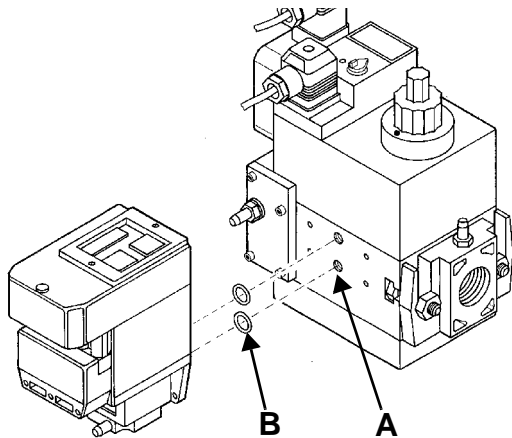
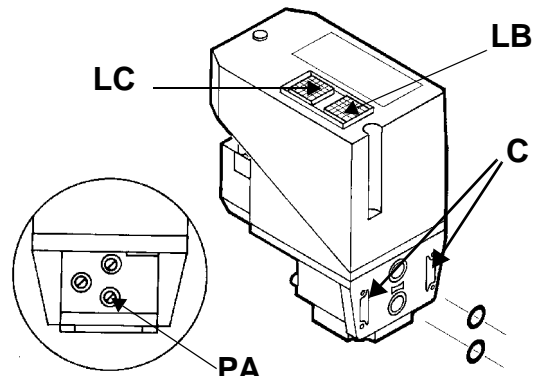

Рис. 19
Рис. 20
- 3). снять крепежные винты группы Multibloc (Рис. 19-A)
- 4). вставить уплотнительные кольца (10,5x2,25) в VPS 504 (Рис. 20-B, Рис. 19-B)
- 5). закрутить 4 винта блока контроля герметичности (M4x16) Рис. 19-C.
Для проверки работы, подсоедините манометр к штуцеру для отбора давления PA (Рис. 20). Если проверка завершилась положительно, через несколько секунд загорается жёлтая лампочка LC. В противном случае загорается красная лампочка блокировки LB. Чтобы перезапустить горелку, необходимо разблокировать блок управления нажатием на светящуюся кнопку LB.